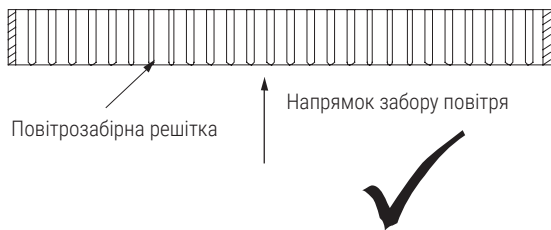

Рис. 3.9
- Встановлюючи панель повітрязабірника рециркуляційного повітря, зверніть увагу на дотримання паралельності між кутом повітрязабірної решітки та напрямком забору повітря. Див. рисунок 3.9.